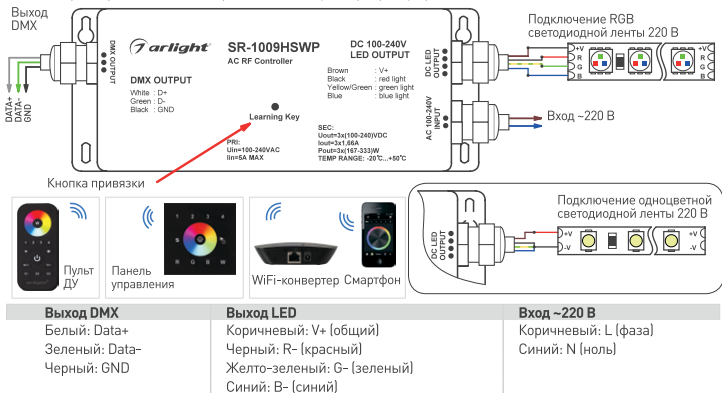

Рис. 1. Схема подключения и цветовая маркировка проводов.
- 3.3. Подключите светодиодную ленту или другой совместимый источник света к выходу DC LED OUTPUT контроллера, соблюдая полярность и цветовую маркировку проводов (Рис. 1).